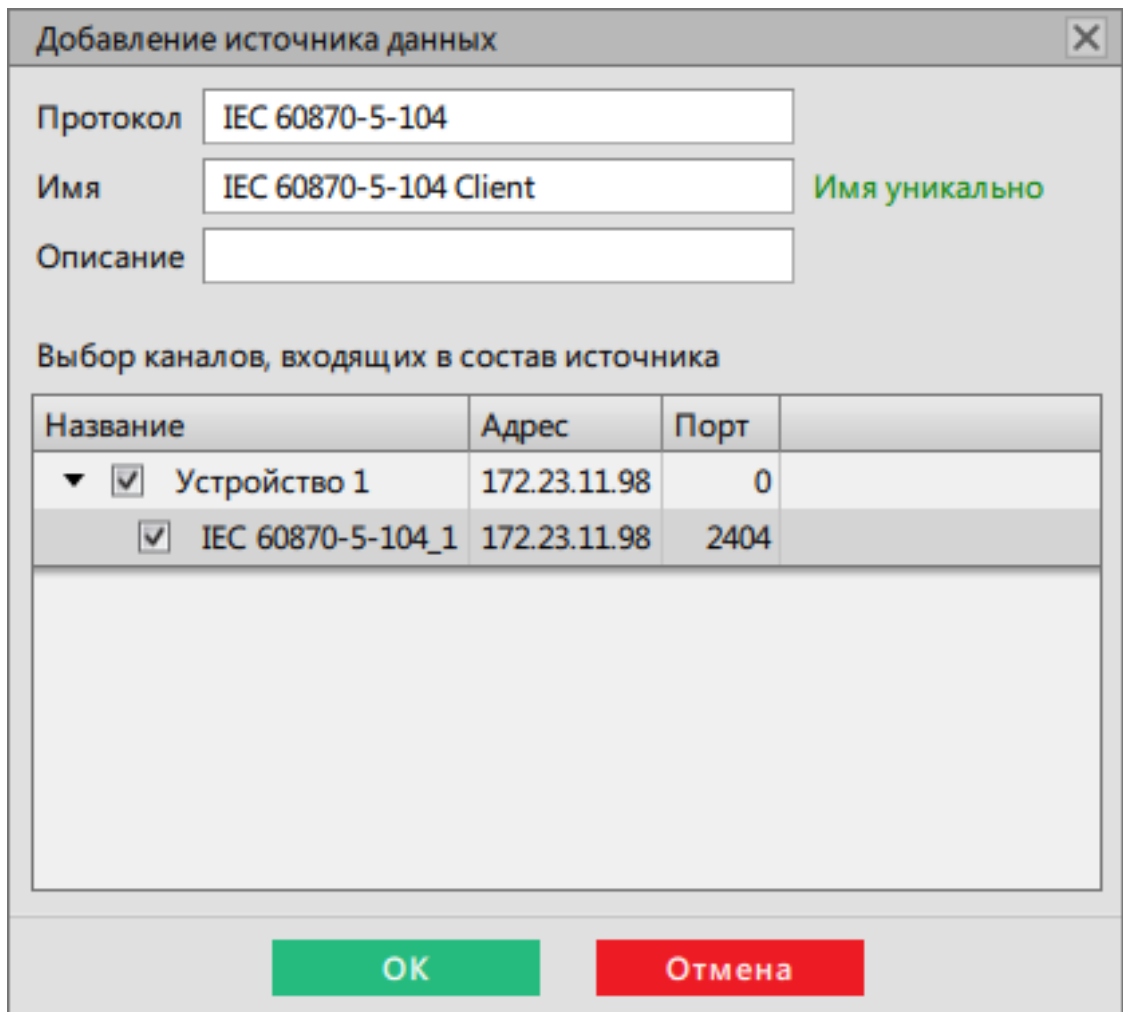

Рисунок 177 - Добавление источника данных
3. Настройте источник (Рисунок 177):